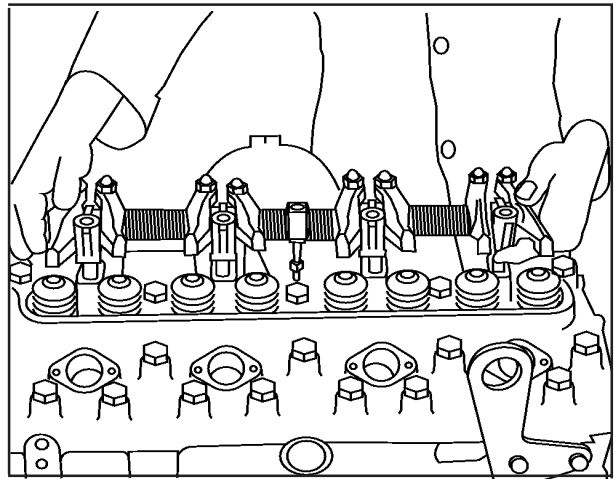

FIG 2
2. Remova o conjunto e o anel de vedação, **Fig. 2**